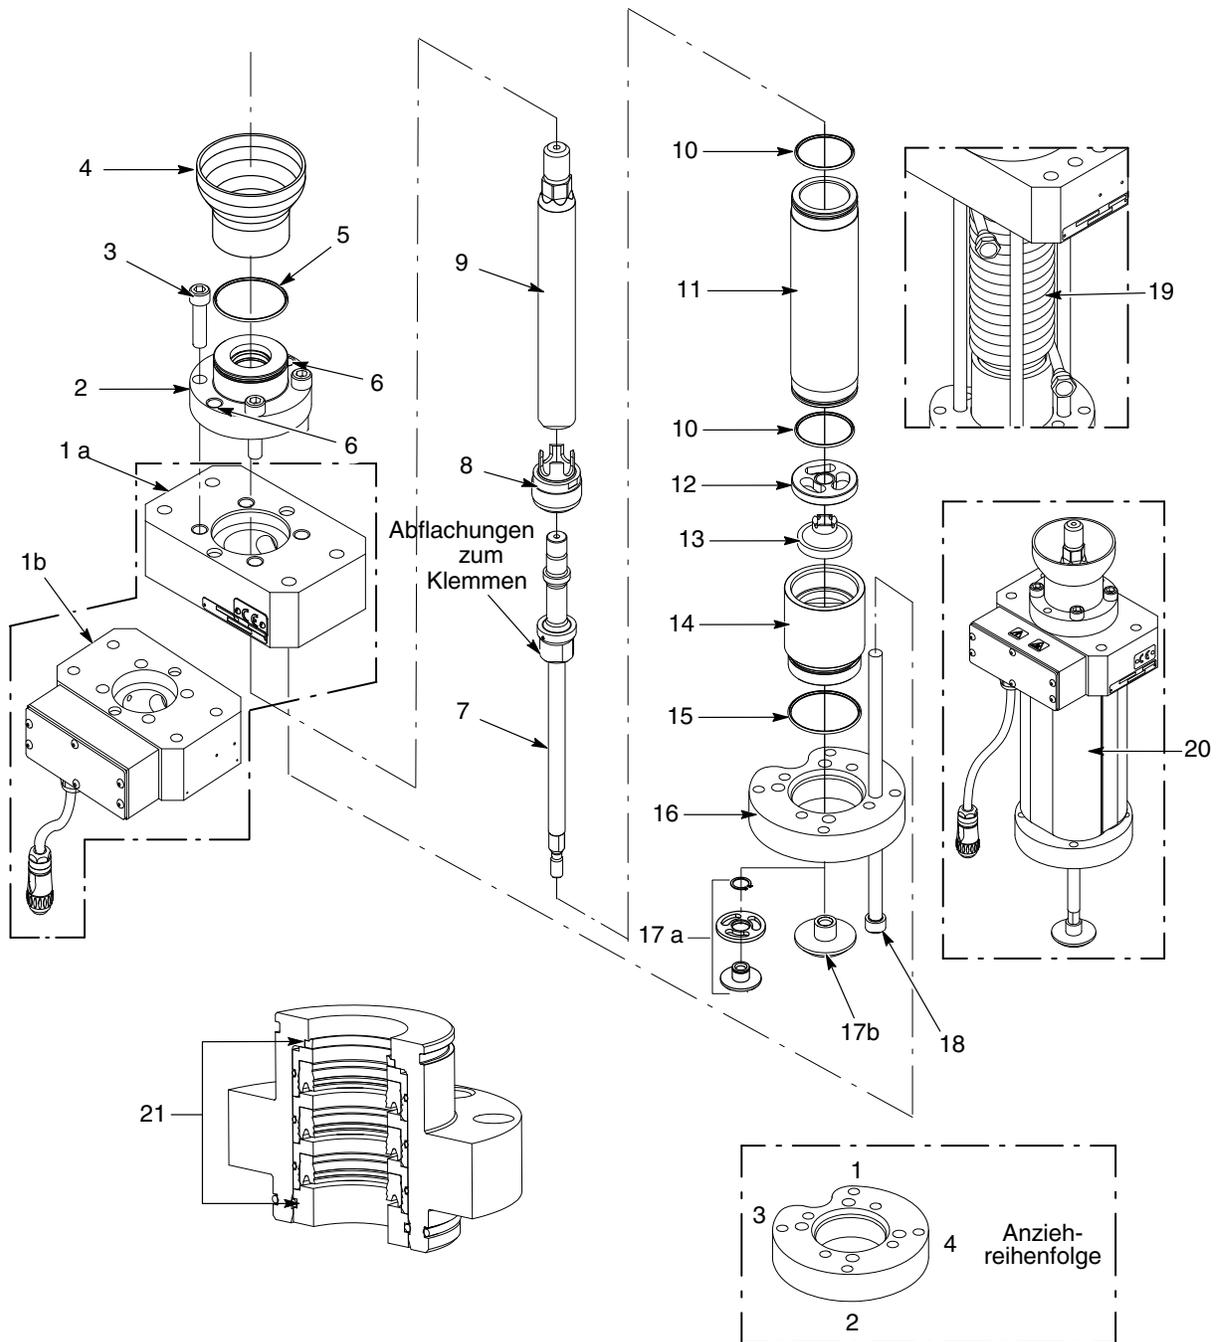

Abbildung 6 Reparaturen am Hydraulikteil
Siehe Abbildung 6.
- a. Die Innensechskantschrauben (3) aus der Baugruppe Stopfbuchspackung (2) schrauben. Die beiden Innensechskantschrauben (3) locker in die Gewindebohrungen (6) der Baugruppe Stopfbuchspackung (2) schrauben.
- b. Die Schrauben abwechselnd anziehen, um die Baugruppe Stopfbuchspackung (2) aus dem oberen Pumpengehäuse (1a/b) zu entfernen.
4. Den Pumpstelleradapter (17a/b) aus der Baugruppe Stange (7) entfernen.
5. Die Innensechskantschrauben (18) entfernen, mit denen der Stempel (16) am Pumpengehäuse (1a/b) befestigt ist. Den Stempel (16) entfernen.
**HINWEIS:** Die Ausrichtung der Aussparung am Stempel (16) mit Bezug zum Materialauslass für den späteren Wiedereinbau beachten.
6. Das untere Gehäuse (14), den O-Ring (15), die untere Rückschlagplatte (13) und das Distanzstück (12) der Wellenaufnahme entfernen. Den O-Ring (15) entsorgen.
7. Die T/C-Spule (19) entfernen, falls zutreffend.
**HINWEIS:** Die Ausrichtung der Stecker der T/C-Spule (19) beachten.
8. Den Zylinder (11) im Pumpengehäuse aus dem oberen Pumpengehäuse (1a/b) entfernen. Die O-Ringe (10) vom Zylinder (11) im Pumpengehäuse entfernen und entsorgen.
9. Mit einer Dornpresse oder einer hydraulischen Presse die Baugruppe Stange (7), die Baugruppe Kolben (8, falls vorhanden) und die Tauchkolbenstange (9) aus dem Zylinder (11) im Pumpengehäuse herausdrücken.
10. Die Baugruppe Stange (7) gemäß Abbildung 6 an den Abflachungen in einen Schraubstock einspannen.
11. Die Tauchkolbenstange (9) mithilfe eines langen Steckschlüssels von Baugruppe Stange (7) trennen. Die Baugruppe Kolben (8) entfernen.
14. Die Baugruppe Stopfbuchspackung (2) bei Bedarf überholen. Siehe Hinweise *Stopfbuchspackung überholen* in diesem Abschnitt.
1. Mobil SHC 634 auf den O-Ring (5) der Stopfbuchspackung und auf die Innenseite (21) der Baugruppe Stopfbuchspackung (2) auftragen.
2. Die Baugruppe Stopfbuchspackung (2) auf das obere Pumpengehäuse (1a/b) montieren.
3. Never-Seez Montagepaste auf die Gewinde der Innensechskantschrauben (3) auftragen. Die Innensechskantschrauben (3) in die Baugruppe Stopfbuchspackung (2) schrauben und mit 102–108 N•m (75–80 ft-lb) anziehen.
4. Mobil SHC 634 auf die O-Ringe (10) und auf die Innenseite des Zylinders (11) im Pumpengehäuse auftragen. Die O-Ringe (10) am Zylinder (11) im Pumpengehäuse anbringen. Den Zylinder (11) im Pumpengehäuse am oberen Pumpengehäuse (1a/b) montieren.
5. Die Baugruppe Stange (7), die Baugruppe Kolben (8, falls vorhanden) und die Tauchkolbenstange (9) zusammensetzen:
- a. Die Baugruppe Stange (7) gemäß Abbildung 6 an den Abflachungen in einen Schraubstock einspannen.
- b. Die Baugruppe Kolben (8, falls vorhanden) an der Baugruppe Stange (7) installieren.
- c. Never-Seez auf die oberen Gewindgänge der Baugruppe Stange (7) auftragen und die Tauchkolbenstange (9) auf das Gewinde ausrichten. Die Tauchkolbenstange (9) mithilfe eines langen Steckschlüssels mit der Baugruppe Stange (7) verbinden und mit 272–298 N•m (200–220 ft-lb) festziehen.
- d. Eine dünne Schicht Mobil SHC 634 auf die Tauchkolbenstange (9), die Baugruppe Kolben (8, falls vorhanden) und die Baugruppe Stange (7) auftragen.
6. Mit einer Dornpresse oder einer hydraulischen Presse die Baugruppe Stange (7), die Baugruppe Kolben (8, falls vorhanden) und die Tauchkolbenstange (9) durch den Zylinder (11) im Pumpengehäuse und die Baugruppe Stopfbuchspackung (2) installieren.
7. Das Distanzstück (12) der Wellenaufnahme und die untere Rückschlagplatte (13) an der Baugruppe Stange (7), der Baugruppe Kolben (8, falls vorhanden) und der Tauchkolbenstange (9) montieren.
8. Das untere Gehäuse (14) am Zylinder (11) im Pumpengehäuse montieren. Mobil SHC 634 auf den O-Ring (15) auftragen und den O-Ring am unteren Gehäuse (14) anbringen.
9. Den Stempel (16) auf dem unteren Gehäuse (14) installieren.
**HINWEIS:** Die Ausrichtung des Stempels (16) ist sehr wichtig; die Ausrichtung mit Bezug zum Materialauslass muss bei der Montage exakt der Ausrichtung vor dem Ausbau entsprechen.
10. Die T/C-Spule (19) montieren, falls zutreffend.
**HINWEIS:** Die Ausrichtung der Stecker der T/C-Spule (19) ist wichtig.